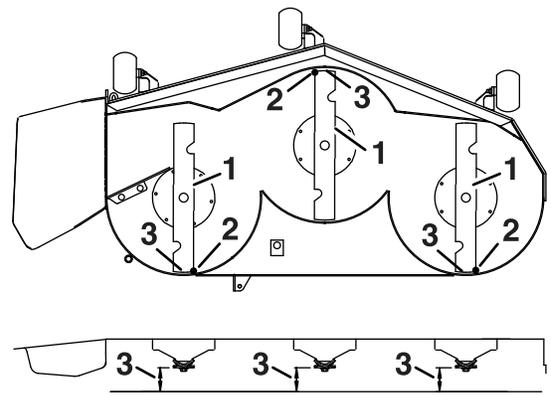

Figure 84
7. Vérifiez l'inclinaison avant/arrière des lames (Figure 84). Vérifiez que la pointe avant de la lame est plus basse que la pointe arrière, comme montré dans le tableau de hauteur de cale et d'inclinaison. Si un réglage est nécessaire, poursuivez cette procédure.